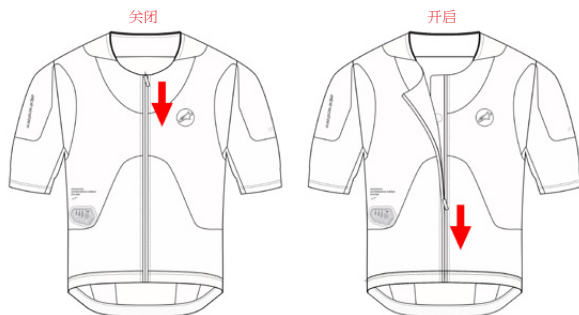

图 11：激活拉链 (2) 打开时系统关闭
用户可通过打开激活拉链 (2) 轻松关闭系统。在解开激活拉链 (2) 后约 1 秒，系统将自动关闭（图 11）。
要关闭系统，请确保激活拉链 (2) 保持打开和未解开状态，如图 11 所示。